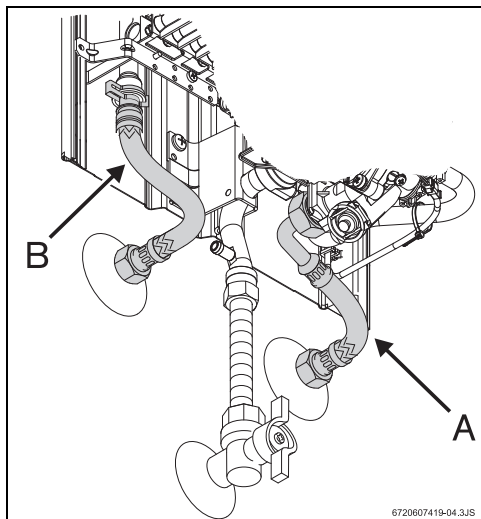

Рис. 12 Подключение водопровода
- ▶ Следить за тем, чтобы при подключении не перепутать место подсоединения водопровода холодной воды (рис. 12, поз. А - не поставляется с оборудованием) с местом подсоединения водопровода горячей воды (рис. 12, поз. В).